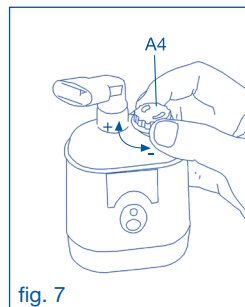

fig. 7
7. Regular el flujo de suministro con el correspondiente botón (A4); girar hacia la derecha (posición +) para tratar las vías respiratorias altas, o bien hacia la izquierda (posición -) para las vías respiratorias bajas (fig. 7). Para aumentar la eficacia de la terapia, después de la inspiración retener el aire durante un instante, de forma que las gotas de medicamento inhaladas se depositen en las vías respiratorias. Luego espirar lentamente.